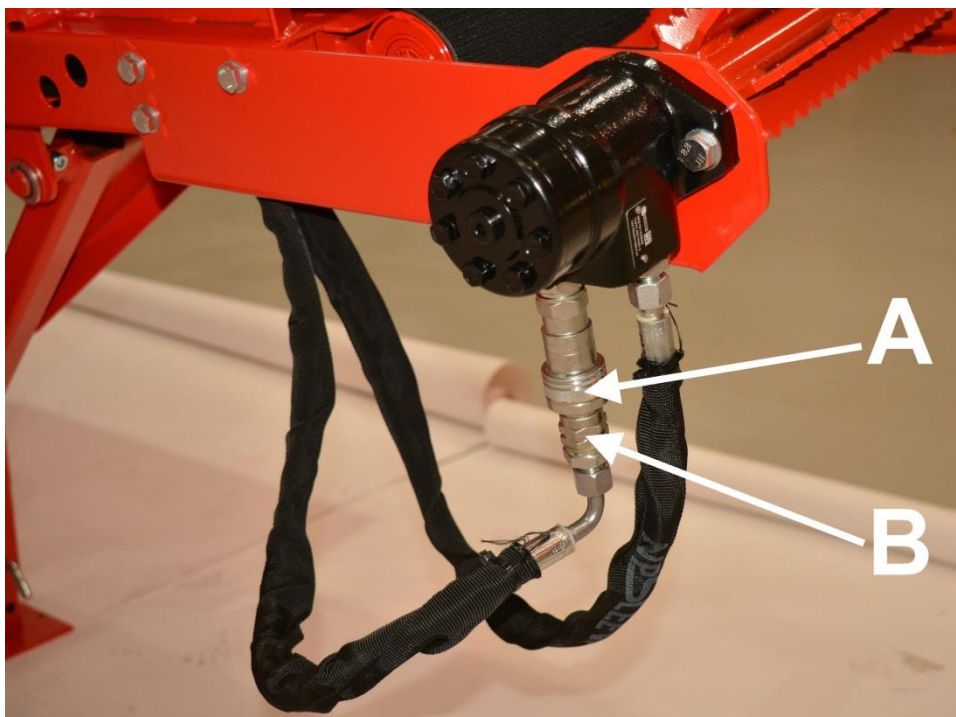

Bild 21.
2. Ta bort slangen B från snabbkopplingen A (bild 21).